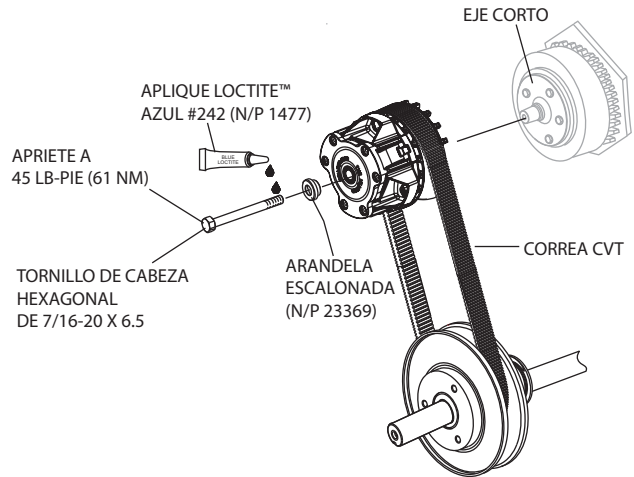

Figura 21. Instalación del conjunto de embrague
2. Una vez que se haya colocado la correa CVT en las ranuras de la polea superior, monte el conjunto de embrague Hilliard en el eje corto usando un tornillo de retención del embrague de 7/16-20 x 6.5" (N/P 23377) y arandela escalonada de 7/16". Vea la Figura 21.